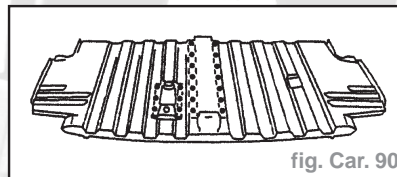

fig. Car. 90
- Souder par points électriques (fig. Car. 90).